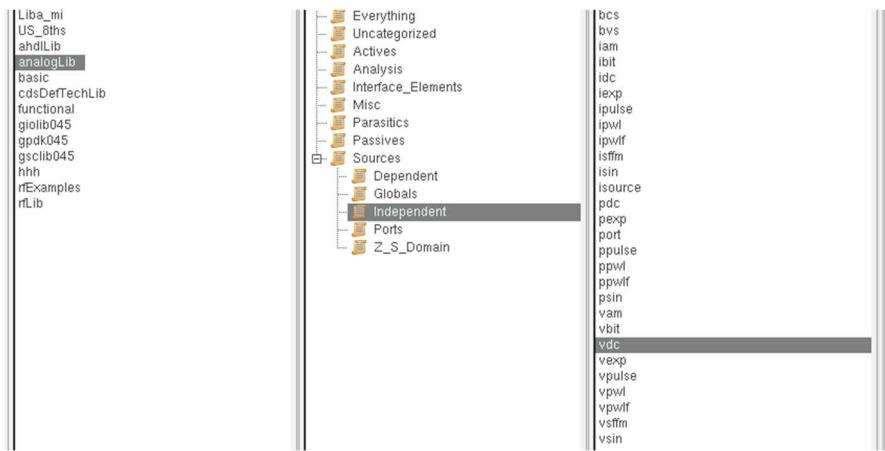

Рисунок 10 – Выбор источника питания
3. Для создания тестового стенда необходимо использовать источники напряжения, которые находятся в библиотеке analogLib в разделе Sources -> Independent. Вставить на схему их можно аналогично другим компонентам. Для создания симуляции понадобится источник постоянного напряжения vdc (рисунок 10) и источник воздействующих импульсов upulse. Общий провод находится в библиотеке basic в разделе Supplies;